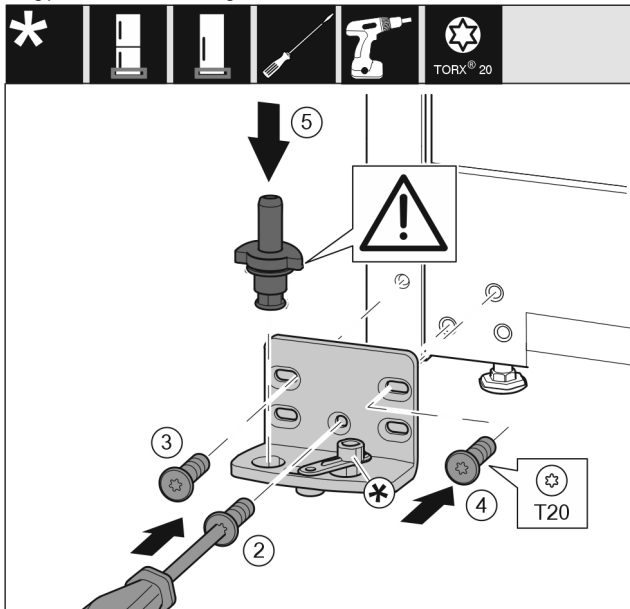

Fig. 47 *
- Helyezze fel a csapágybakot a másik oldalra, és csavarozza fel csavarhúzóval. Kezdje alul, a középső csavarral Fig. 47 (2).*
- Húzza meg a csavart Fig. 47 (3) és a csavart Fig. 47 (4).*
- Helyezze be teljesen a csapszeget Fig. 47 (5). Ügyeljen közben arra, hogy a reteszelő bütyök hátrafelé mutasson.*